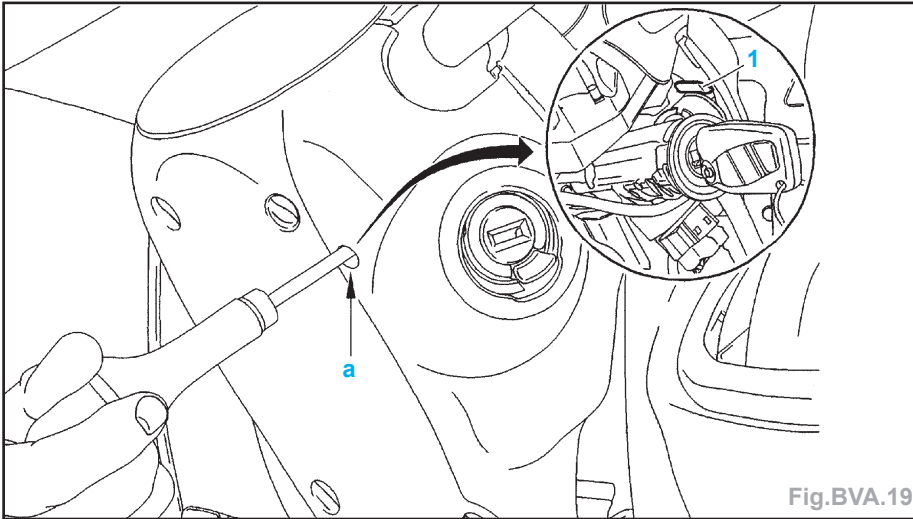

Fig. BVA.19
- Opérations à effectuer pour déverrouiller le «key lock» (Fig. BVA.19) :
- appuyer sur le bouton poussoir (1) avec la pointe du tournevis,